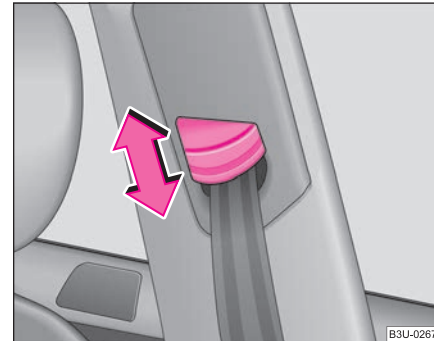

Fig. 143 Scaun față:
- Împingeți dispozitivul în poziția dorită în sus sau în jos ⇒ fig. 143.